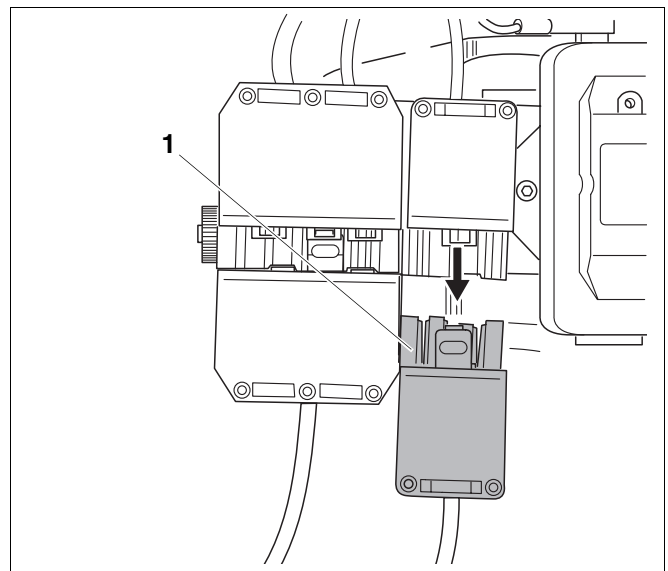

Abb. 14 Lastpunkt einstellen; Stecker abziehen bzw. einstecken
- Vierpoligen Stecker abziehen (Abb. 14, **Pos. 1**).
- Vierpoligen Stecker wieder einstecken (Abb. 14, **Pos. 1**).